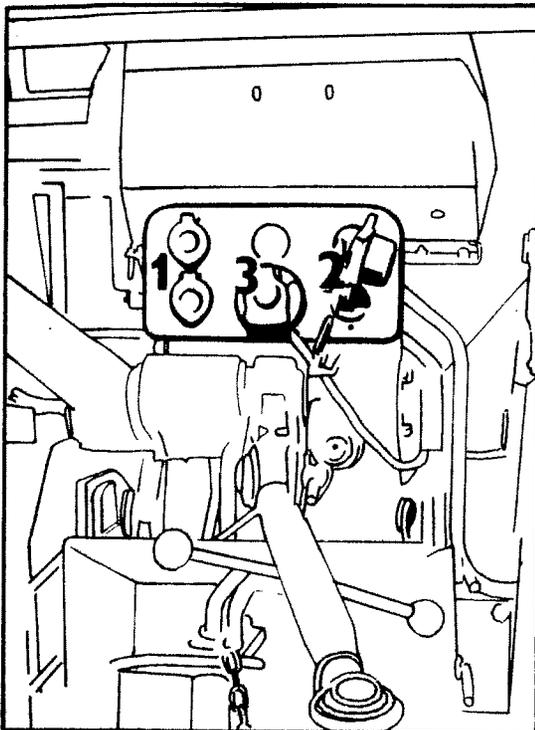

Fig. 28
### Les éléments d'accouplement (fig. 28)
1. Accouplement rapide (fig. 28/1).
2. Tête d'accouplement pour connecter les tuyaux du réservoir à air de système de frein (fig. 28/3).
3. Prise de contact pour raccordement pour l'éclairage de la remorque (fig. 28/2).